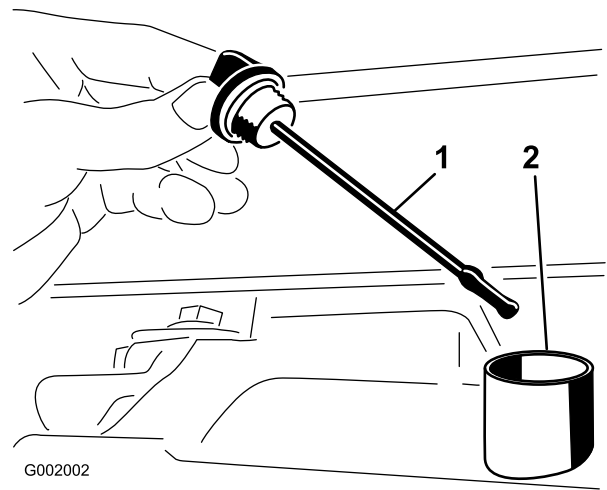

Bild 63
2. Nehmen Sie den Peilstab der Hinterachse heraus und wischen Sie ihn mit einem sauberen Lappen ab (Bild 63).